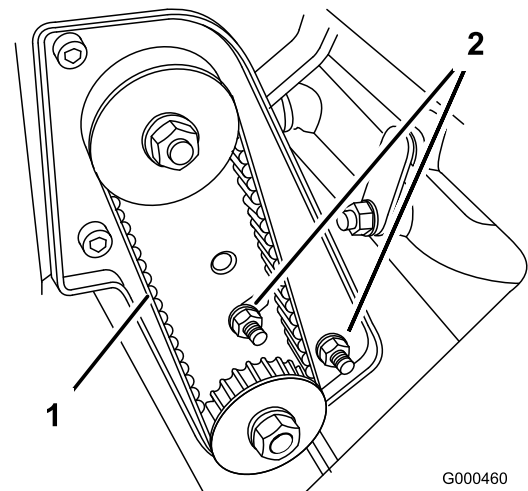

Figure 36
- A. Desserrez les écrous de montage du logement de roulement (Figure 36).
- C. Tout en maintenant le réglage de la clé dynamométrique, serrez les écrous de fixation du logement de roulement (Figure 36). Ne tendez pas la courroie excessivement.